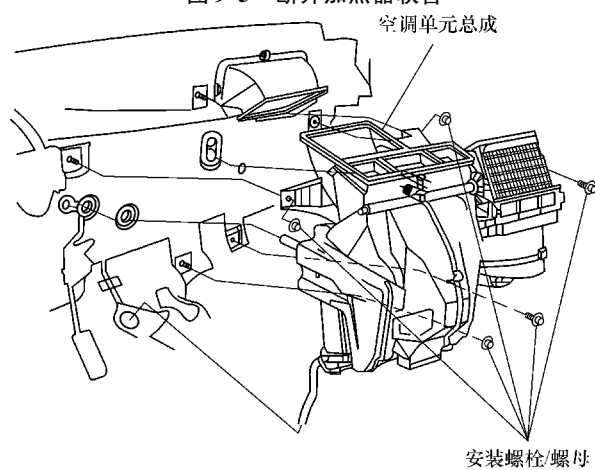

图 9-6 取下空调单元总成
- 7) 从鼓风机电阻、蒸发器温度传感器和鼓风机电机上断开插接器。拆下安装螺栓、安装螺母，抬下空调单元总成，如图 9-6 所示。